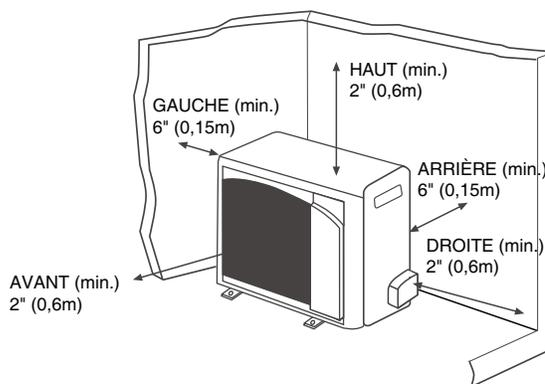

Fig. 1 — Dégagements de l'appareil extérieur
- N'employer que des fusibles de type "G" ou "C". N'utiliser qu'une seule longueur de câble, sans rallonge. Laisser un espace suffisant autour des unités de condensation pour permettre le câblage, le passage des tuyaux de frigorigène et pour les interventions sur l'appareil. Voir la Figure 1 pour obtenir les distances minimales requises entre les appareils et les murs ou les plafonds.